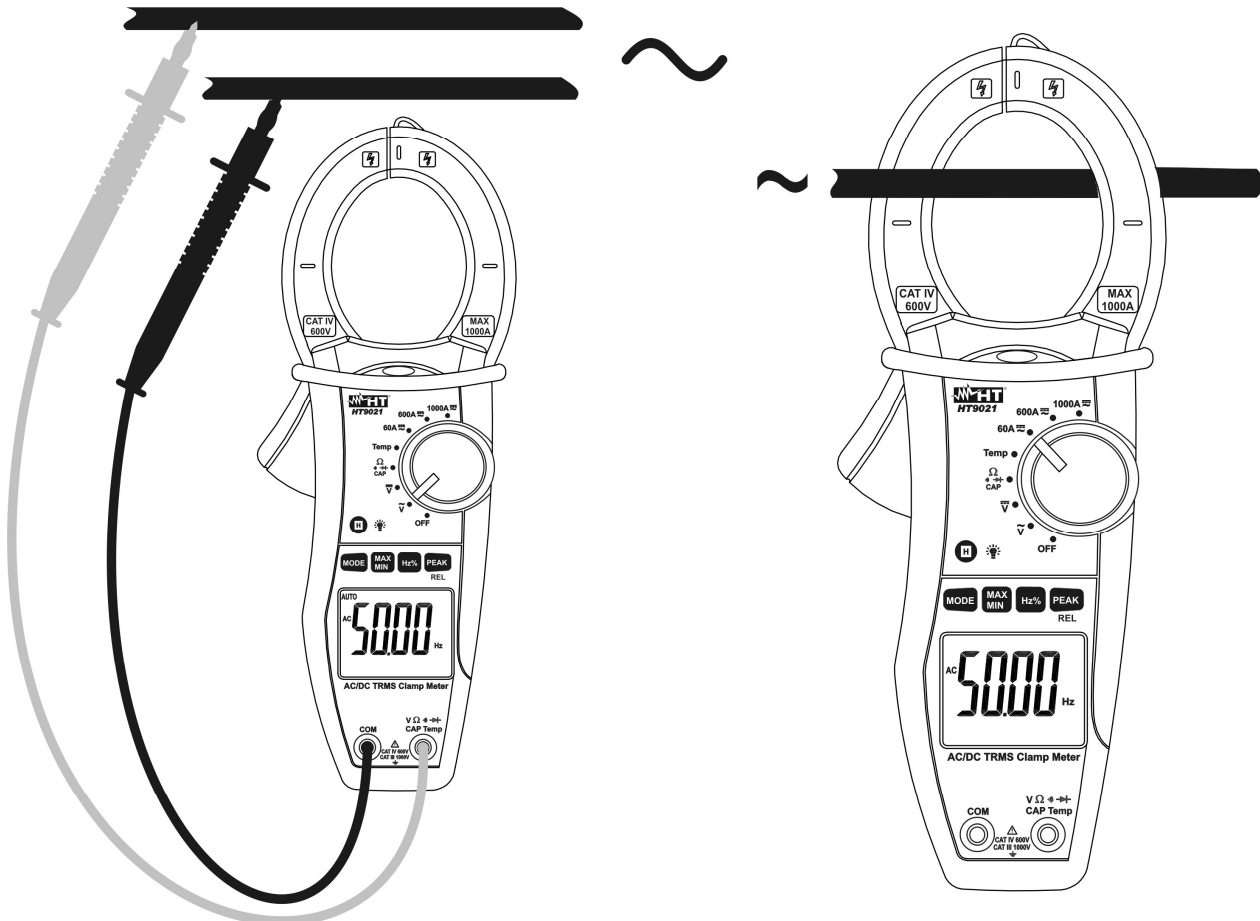

Fig. 10: Uso da pinça para medição de Frequências e Ciclo de Trabalho
3. Inserir o cabo vermelho no terminal de entrada $V\Omega$ \rightarrow **CAP Temp** e o cabo preto no terminal de entrada **COM** (Fig. 10 – parte esquerda) para a medição de frequências com ponteiros. Inserir a pinça no condutor (Fig. 10 – parte direita) para a medição de frequências com toróide. O valor da frequência (Hz) ou do Ciclo de Trabalho (%) é apresentado no display. Na medição de frequências e Ciclo de Trabalho a barra gráfica analógica fica desativada.